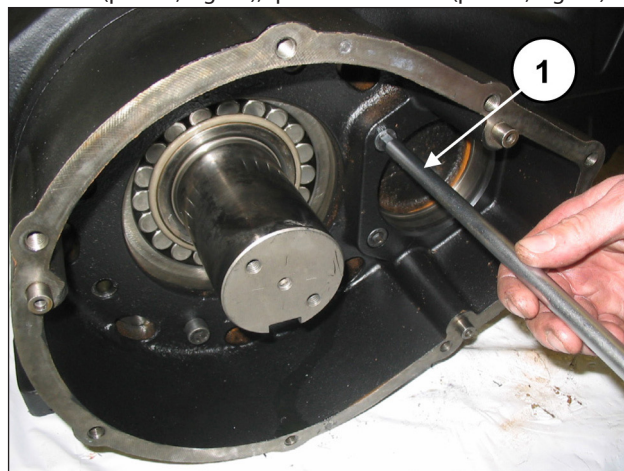
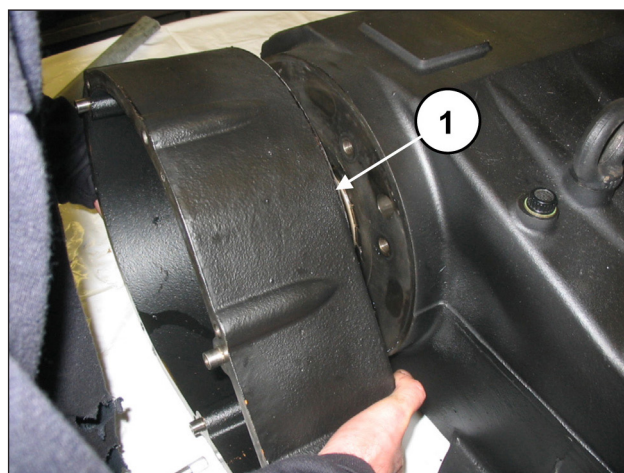

Fig. 21
Fig. 22
Sul lato opposto svitare le viti di fissaggio della scatola riduttore (pos. ①, Fig. 21), quindi rimuoverla (pos. ①, Fig. 22).